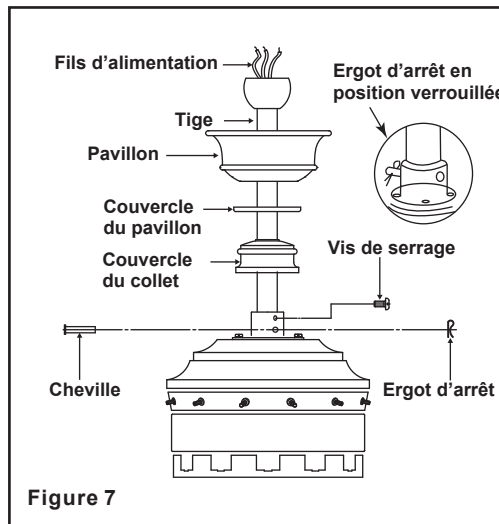

Figure 7
Étape 5. Retirez la cheville de suspension, l'ergot d'arrêt et les vis de serrage du dessus de l'ensemble du moteur. (Fig. 7)
Étape 6. Faites passer les fils qui émergent du dessus du moteur à travers le couvercle du collet, le couvercle du pavillon, le pavillon, puis à travers la boule/tige. (Fig. 7)
Étape 7. Alignez les trous dans le bas de la tige avec les trous dans le collet sur le dessus du boîtier du moteur (Fig. 7). Insérez
la cheville de suspension à travers les trous dans le collet et la tige. Prenez garde de ne pas coincer la cheville contre les fils à l'intérieur de la tige. Insérez l'ergot d'arrêt dans le trou près de la base de la cheville de suspension jusqu'à ce qu'un déclic indique qu'il est bien en position, comme illustré dans l'encart rond de la Fig. 7.
Étape 8. Serrez fermement deux vis de serrage sur le dessus du moteur du ventilateur. (Fig. 7)